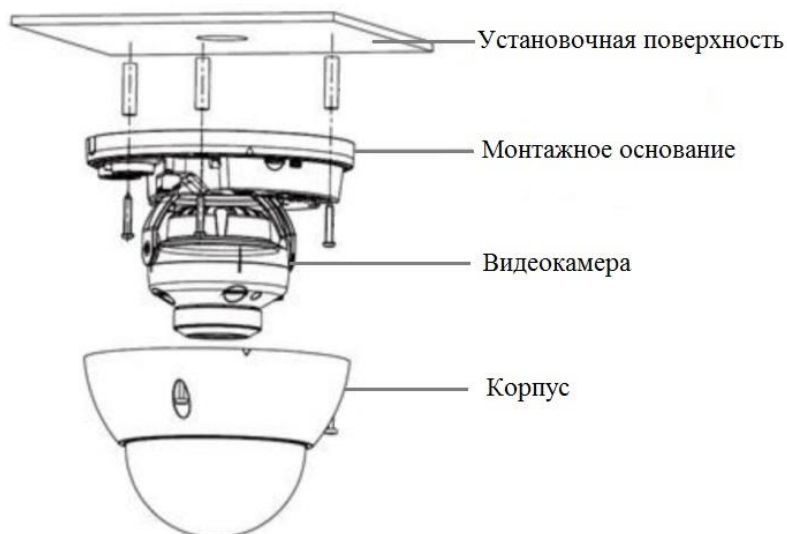

Рисунок 7.4
7.6 Прикрепите монтажное основание видеочасти к установочной поверхности (рис.7.4).